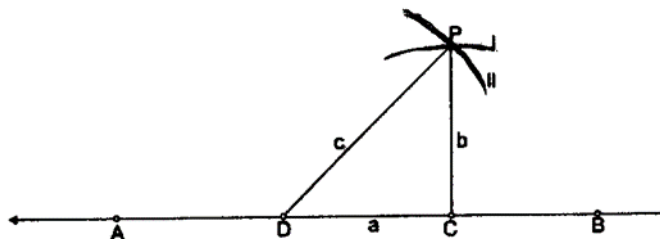

Fig. 1: Levantar una perpendicular a una línea a partir de un punto perteneciente a la misma.
Sobre AB, y a partir de C se mide una distancia ( $a = 3$  metros) que marca el punto D alineado entre A y B. Luego con radio ( $b = 4$  metros) partiendo de C se traza el arco I que pasa por P y con radio ( $c = 5$  metros) desde D el que también (II) pasa por P. Su intersección ubica P. A efectos de facilitar la operación los segmentos a, b y c guardan la relación pitagórica o lo que es más fácil la regla 3-4-5. Es decir,  $a = 3\text{m}$ ;  $b = 4\text{m}$ ; y  $c = 5\text{m}$  o sus múltiplos. (Fig. 1)